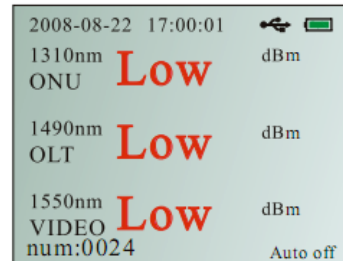

Fig.8
1. En la pantalla del menú, se muestra el número de registro actual en la parte izquierda de la página; mostrando: num: xxxx (en donde xxxx significa el número de registro actual, siendo el número máximo hasta 1000 registros). Como se puede ver en la Fig. 8, hay 24 registros dentro de la memoria.